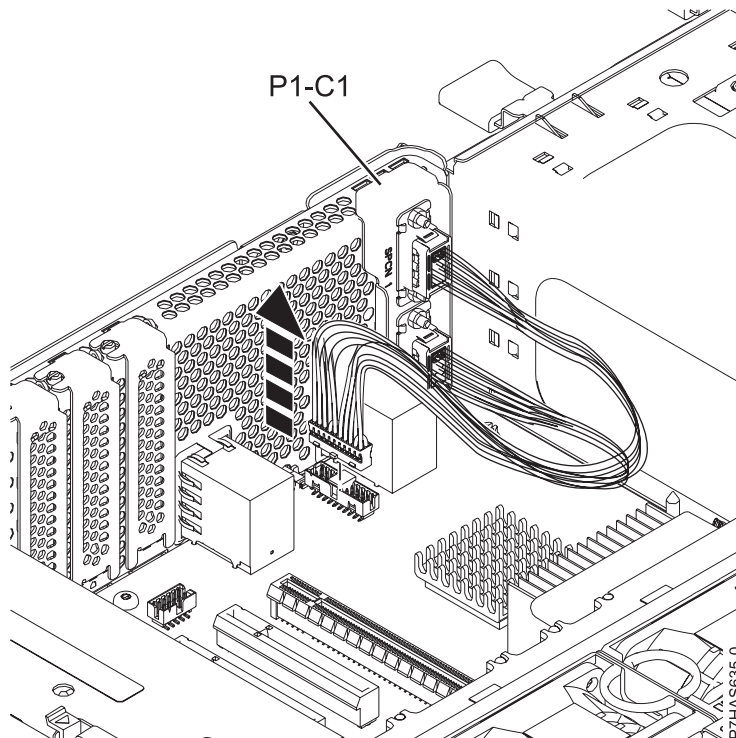

Figura 9. Extracció del conjunt del cable SPCN
- a. Desconnecteu el cable de contrapunt SPCN de la placa posterior del sistema, tal com es mostra a la Figura 9.